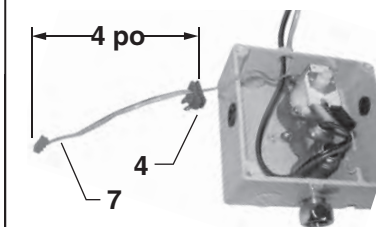

Fig. 1c
5. Insérez le PASSE-CÂBLES (4) à nouveau dans le BOÎTIER (5). **Figure 1c.**
7. Installez la CARTE DE CIRCUITS IMPRIMÉS (3) dans le BOÎTIER (5) avec le CÂBLE du CAPTEUR (7) sous la CARTE. **Figure 1c.**
9. Branchez les câbles du CAPTEUR à la VANNE ÉLECTROMAGNÉTIQUE (6) (rouge sur +, noir sur -). **Figure 1c.**
10. Remplacez le COUVERCLE du BOÎTIER (1). Serrez complètement les vis du couvercle.